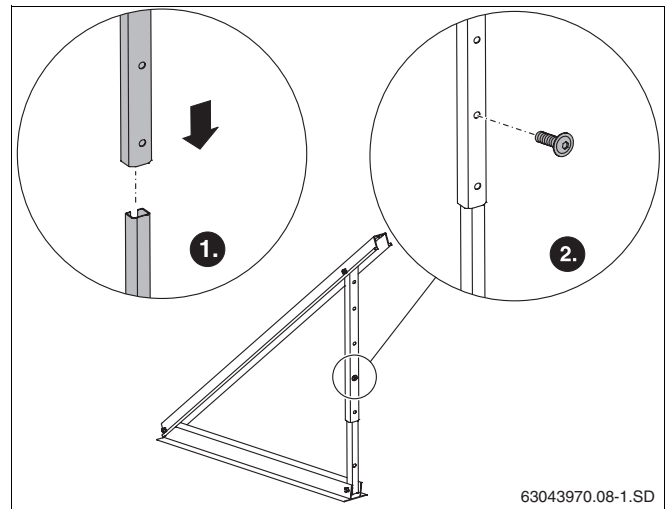

Fig. 11 União das calhas telescópicas
- ▶ Encaixar as calhas telescópicas umas nas outras e apertar com o parafuso M8 x 20 (fig. 11).